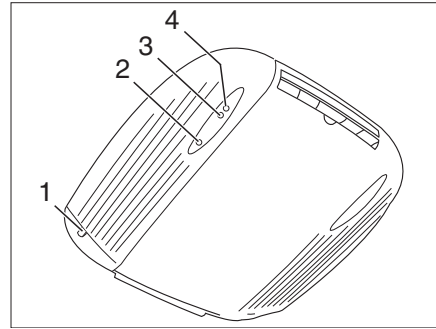

Fig. 221 Vue de l'intérieur
- Raccorder le véhicule à l'alimentation 230 V. La climatisation est prête à fonctionner. La DEL rouge (Fig. 221,2) s'allume.
Le voyant de contrôle vert (Fig. 221,3) indique le fonctionnement de refroidissement, le voyant de contrôle rouge (Fig. 221,4) le fonctionnement de chauffage.